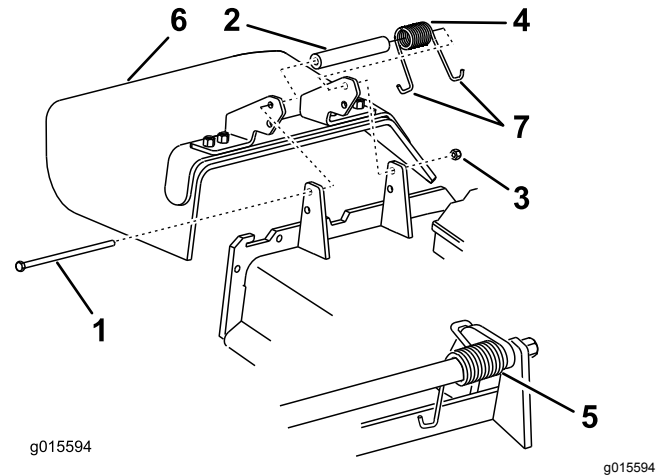

Figura 23
4. Togliete il dado di bloccaggio, il bullone, la molla e il distanziale che fissano il deflettore alle staffe orientabili del tosaerba (Figura 23).
5. Rimuovete il deflettore dell'erba (Figura 23).